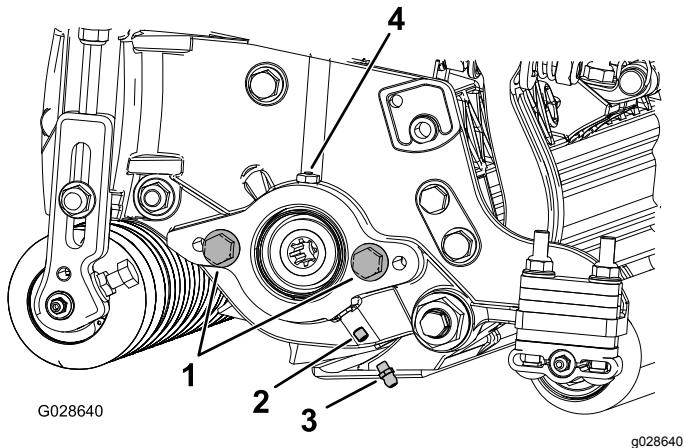

Figura 4
1. Retire e deite fora o parafuso de afinação da placa lateral do motor do cilindro (Figura 4).
- Instale o bocal de lubrificação reto (Figura 4).
- Se não existirem parafusos na placa lateral do motor do cilindro, instale-os (Figura 4).
- Lubrifique a placa lateral até que saia lubrificante pela abertura de lubrificação (Figura 4).